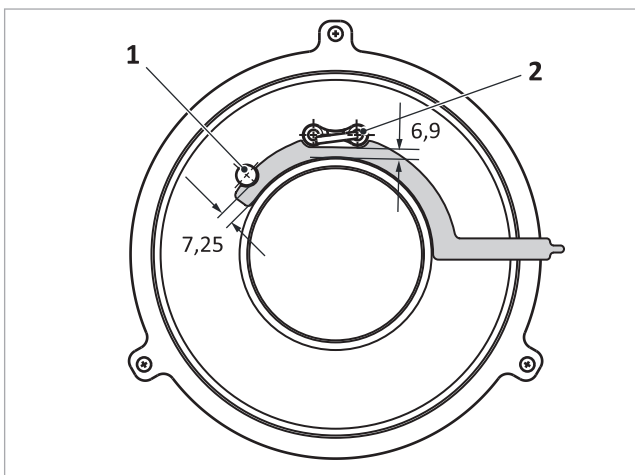

Fig. 47: Distancias entre los electrodos de ionización y de encendido y el quemador piloto
- Electrodo de ionización → fig. 47 (1): 7,25 mm
- Electrodo de encendido → fig. 47 (2): 6,9 mm